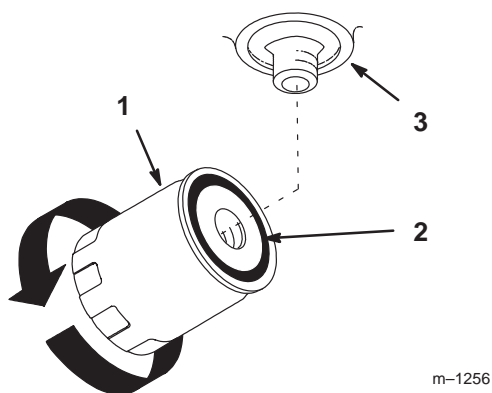

Abbildung 42
3. Eine dünne Schicht Hydraulikflüssigkeit auf die Gummidichtung am Austauschfilter geben (Abb. 42).
6. Wenn die Flüssigkeit aus dem Filter herausläuft, den Ölfilter im Uhrzeigersinn drehen, bis die Gummidichtung den Filteradapter berührt. Dann den Filter um eine weitere 1/2 Umdrehung festziehen (Abb. 42).